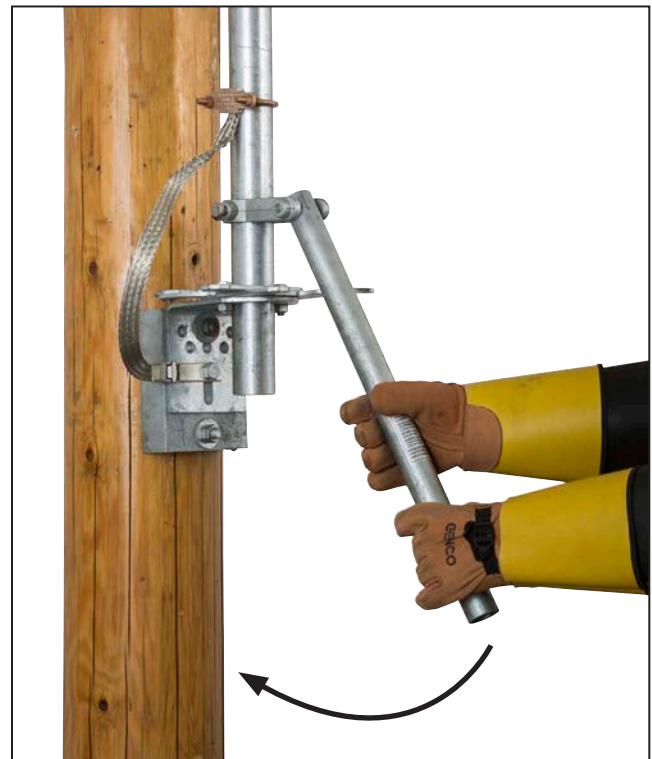

Figura 45. Gire rápidamente la palanca de operación.
- (c) Gire la palanca *rápidamente* a la posición de **Abierto** total o de **Cerrado** total. Vea la Figura 45.